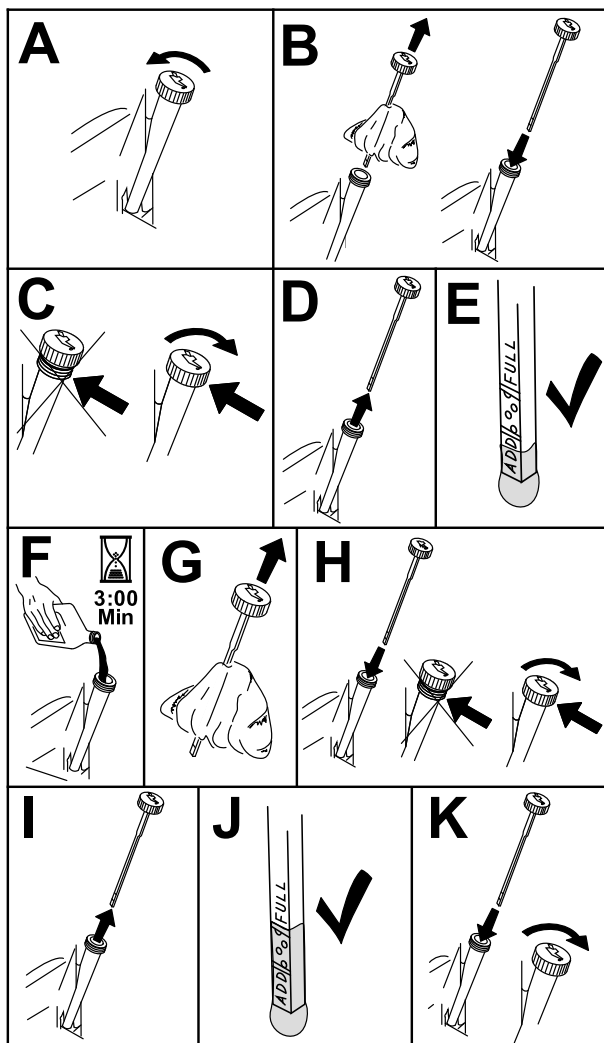

Bild 44
3. Reinigen Sie den Bereich um den Ölfüllstutendeckel bzw. den Peilstab vor dem Abnehmen, damit kein Schmutz oder Schnittgut usw. in den Motor gelangt (Bild 44).